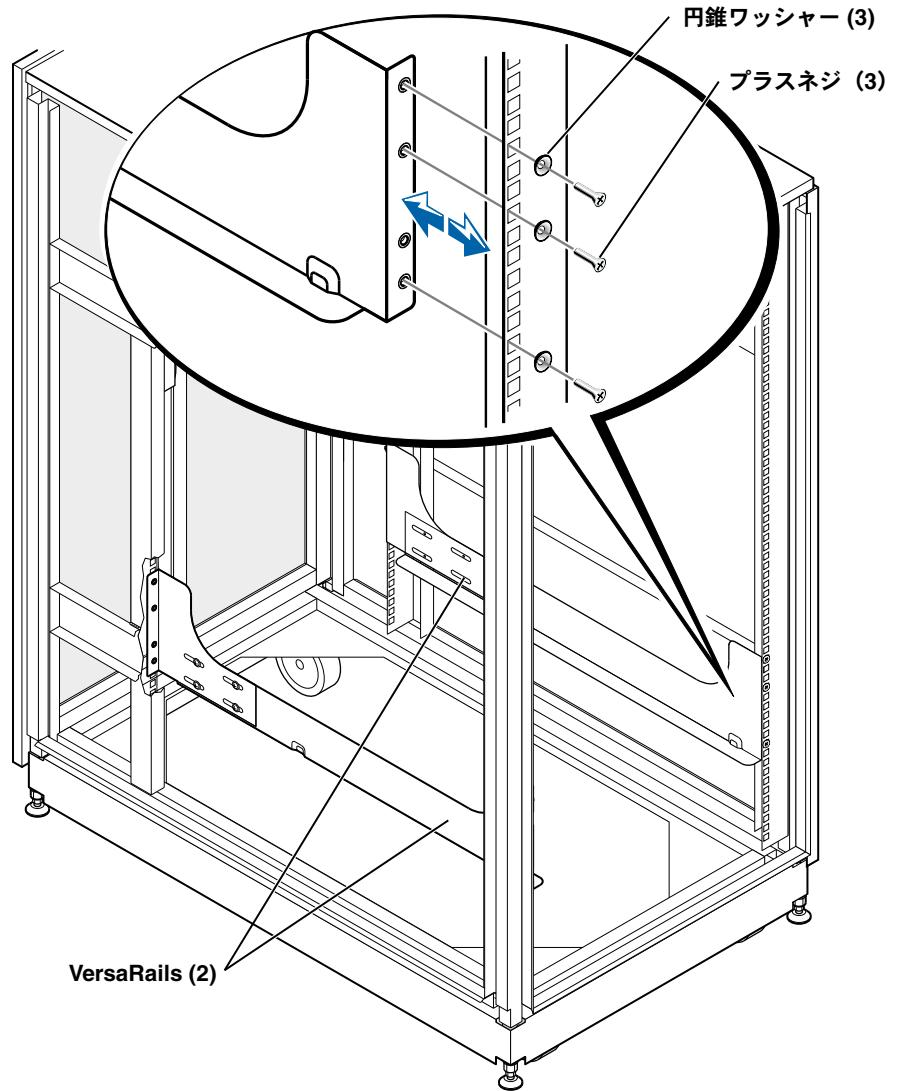

図 5-3. VersaRails の設置
4. プラスネジ 3 本と 3 個の円錐形ワッシャーを使用して、VersaRail の前部をラックに固定します(図 5-3 を参照)。